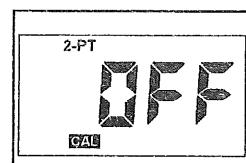

図 2-8
- キーを押し、▲キーまたは▼キーでOFF状態を選択します(図2-8)。